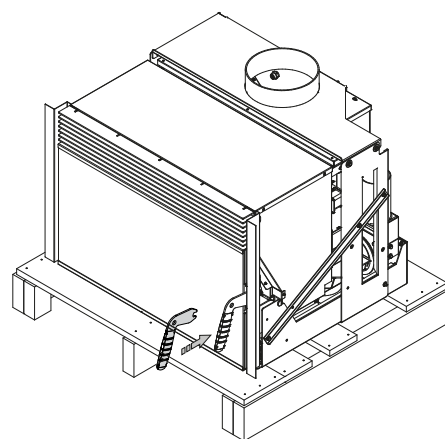

Fig. 6.1.0
2. Den mitgelieferten kalten Griff auf den Schließhebel der Tür Abb. 6.1.0 an der gelieferten Maschine aufsetzen, die noch auf der Palette befestigt ist.